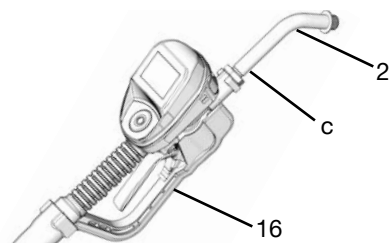

图 8
1. 调节加长管 (2) 上的螺母 (c)，以便最大程度啮合加长管的螺纹 (图 8)。
2. 将加长管 (2) 拧入机罩内并拧到底 (图 8)。
3. 将加长管 (2) 与计量分配阀机罩和手柄 (16) 对齐 (图 8)。
4. 牢固拧紧螺母 (c) (图 8)。